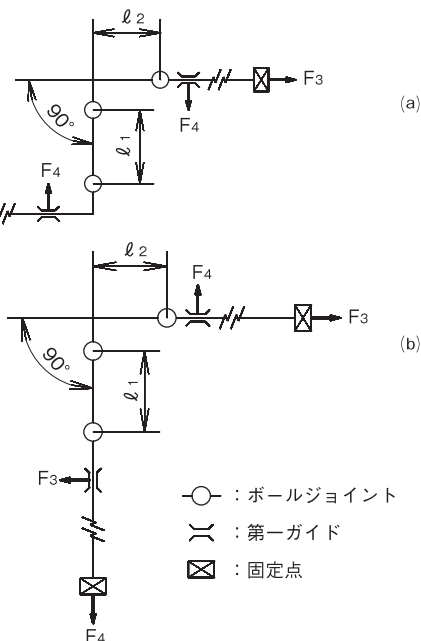

図11 第一ガイドまでの最小距離
①のボールジョイントを使用しない場合、第一ガイドまでの距離 x は(19)式又は図11から求められる距離以上でなければなりません。